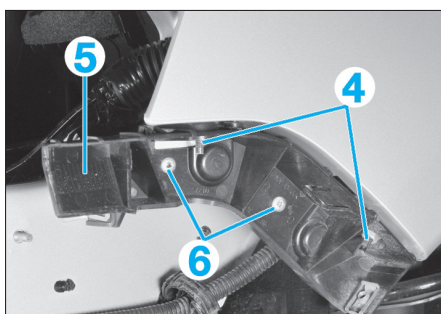

FIG. 14
- Percer les rivets (6) à l'aide d'un foret de Ø 5 mm (Fig.14).
- Déposer les écrous (4).